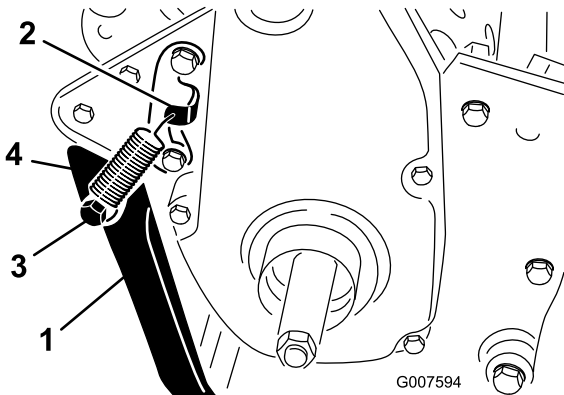

图6
- 将弹簧钩入弹簧支架的孔中，并在将支撑架与后机架中的安装孔对齐时，将弹簧挂到弹簧柱螺栓上（图6）。
- 用螺栓、隔片、扁平垫圈和锁紧螺母将支撑架安装到机器的两侧（图6）。